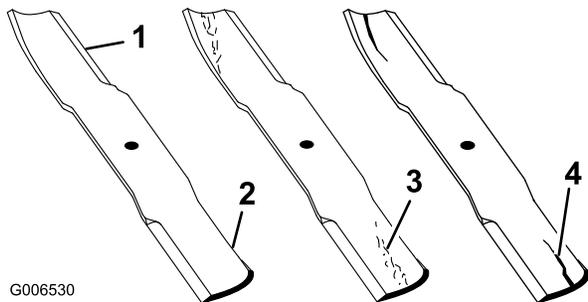

Figura 87
1. Inspeccione as extremidades de corte (Figura 87). Se as extremidades não estiverem afiadas ou estiverem amolgadas retire e afie as lâminas. Consulte Afiar as lâminas (página 63).
2. Inspeccione as lâminas, especialmente a área em curva (Figura 87). Se verificar quaisquer danos, desgaste, ou a formação de ranhuras nesta área (Figura 87), instale imediatamente uma lâmina nova.